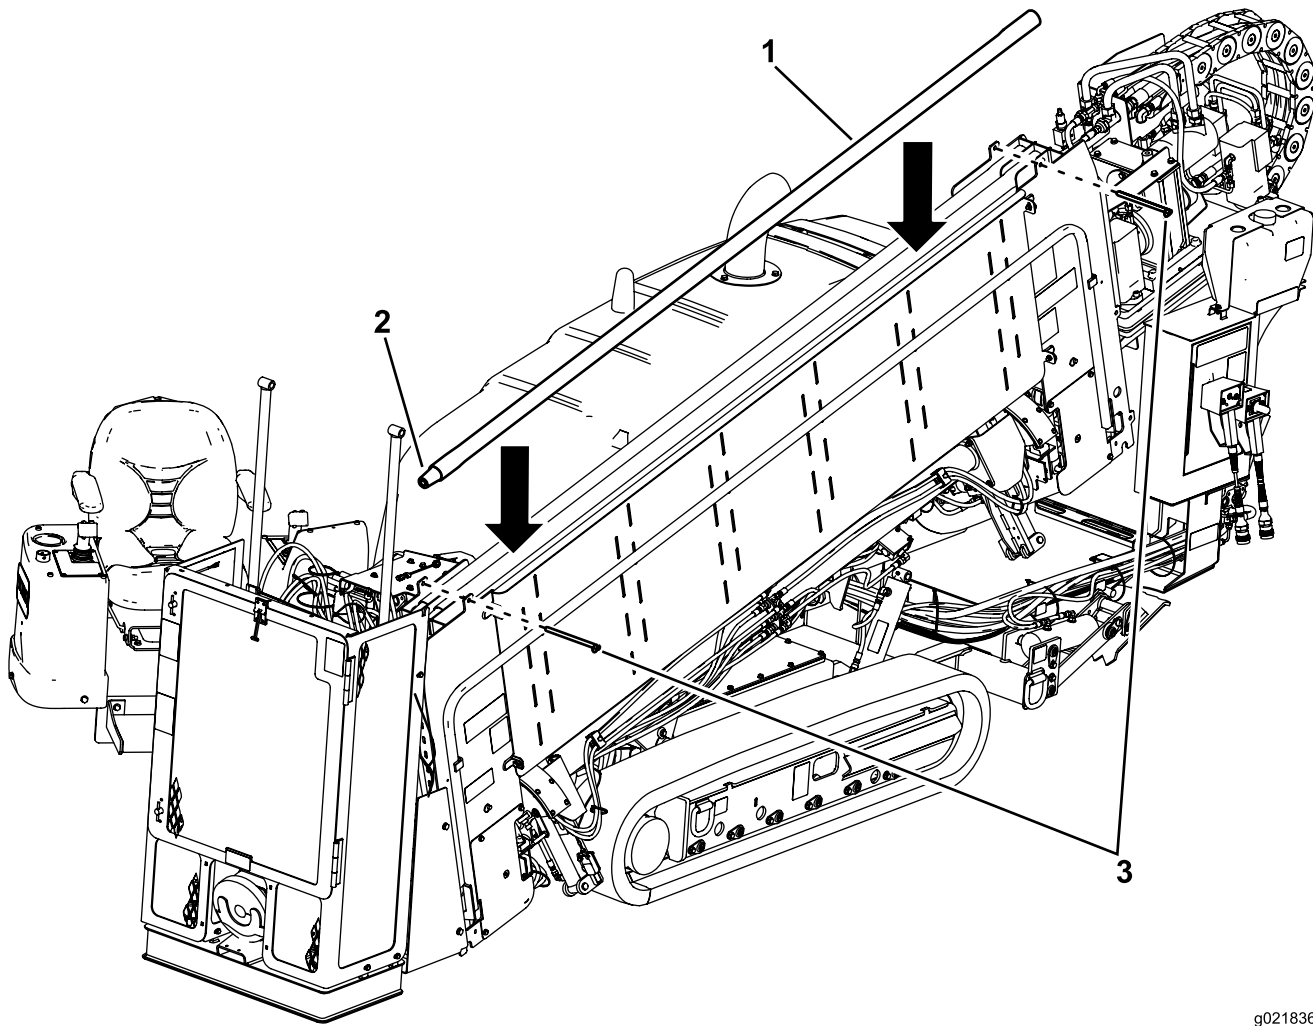

Figure 33
1. Retirez les axes de chape du porte-tiges (Figure 33).
2. Insérez les tiges par le haut en dirigeant l'extrémité filetée mâle des tiges vers l'avant de la machine (Figure 33).